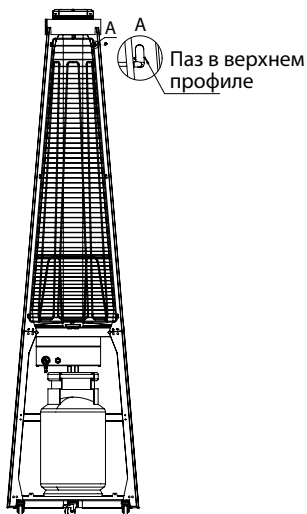

Рис. 10 – Установка фиксаторов решетки
- Установите фиксатор решетки в паз в верхнем профиле (Рис. 10).